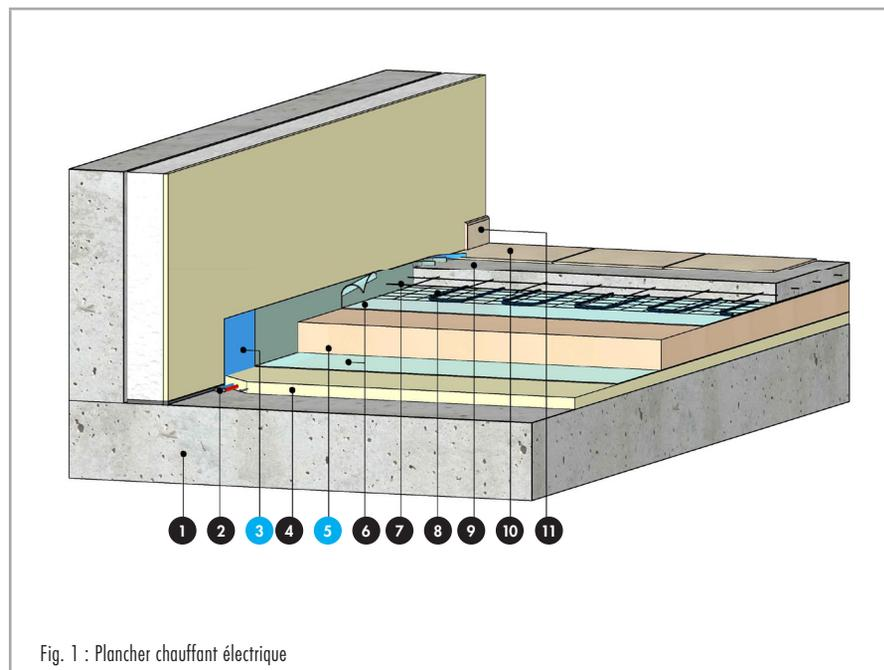

Fig. 1 : Plancher chauffant électrique
**Nomenclature de la figure 1**